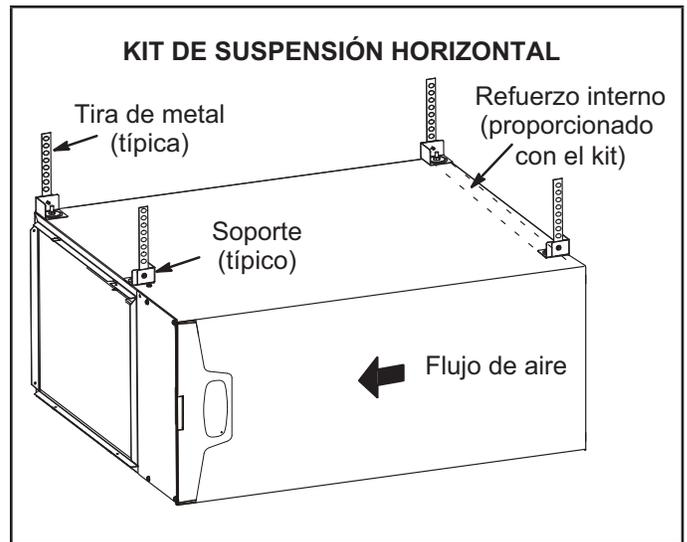
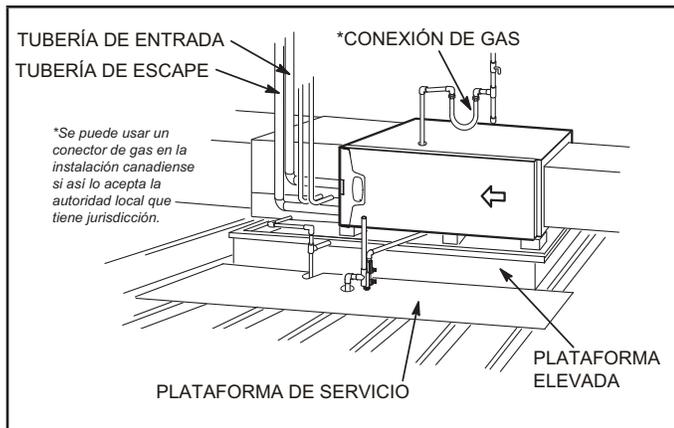

FIGURA 18
FIGURA 19
Este calefactor puede instalarse ya sea en un ático o en un espacio entre plantas. Ya sea cuelgue el calefactor de los travesaños del techo o de las vigas del piso, tal como se muestra en la Figura 18, o instálelo sobre una plataforma, tal como se muestra en la Figura 19. Se puede ordenar un kit de suspensión horizontal (51W10) de Lennox o usar un equivalente.
- 2 - Construya un marco de madera elevado y cúbralo con una lámina e madera terciada. Si la unidad se instala arriba del espacio acabado, fabrique un colector de drenaje auxiliar a ser instalado debajo de la unidad. Coloque la unidad en el colector de drenaje como se muestra en la Figura 19. Deje 8 pulgadas de espaciamiento de servicio debajo de la unidad para la trampa de condensado.